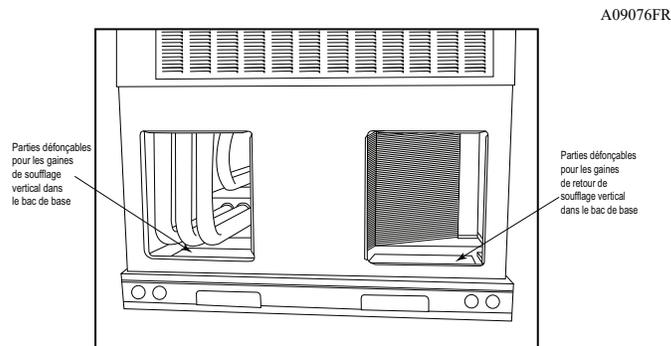

Fig. 9 – Ouvertures d'air de soufflage et de retour
Le carneau est attaché à la gaine d'air de retour aux fins d'expédition. Retirez le couvercle de la gaine pour accéder à l'ensemble (consultez la Fig. 9).
2. Retirez le carneau de son emplacement d'expédition, soit à l'intérieur du module de retour du ventilateur (consultez la Fig. 9). Retirez le couvercle de la gaine de retour pour accéder au carneau. Placez le carneau sur le panneau de fumée. Orientez les trous de vis du carneau avec ceux du panneau de fumée.
2. Retirez les couvercles de gaine métalliques horizontaux pour accéder aux parties défonçables pour les gaines de soufflage vertical dans le bac de base de l'appareil. (Consultez la Fig. 9.)